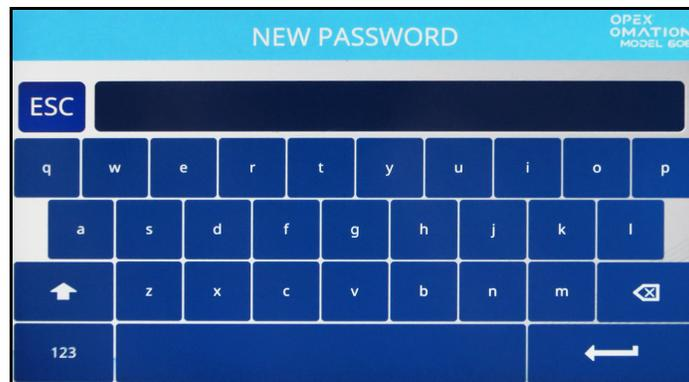

Abbildung 5-18: Bildschirm „Passwort eingeben“
3. Nach Eingabe des korrekten aktuellen Passworts wechselt die Anzeige automatisch zum Bildschirm **NEW PASSWORD (NEUES PASSWORT)** (Abbildung 5-18), wo Sie ein neues Passwort anlegen können.